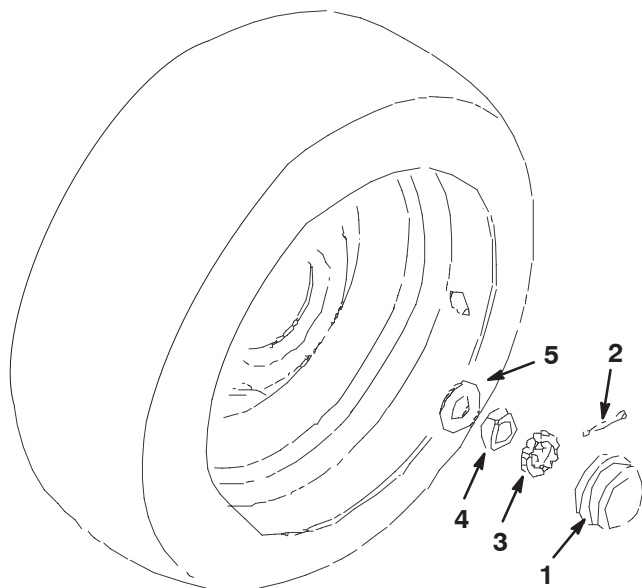

Figure 67
2. Retirez le capuchon anti-poussière au bout de la fusée. Enlevez la goupille fendue de fixation du dispositif de retenue (Fig. 67).
3. Serrez l'écrou de blocage (Fig. 67) à environ 8,5–11,3 Nm avec une clé à main.